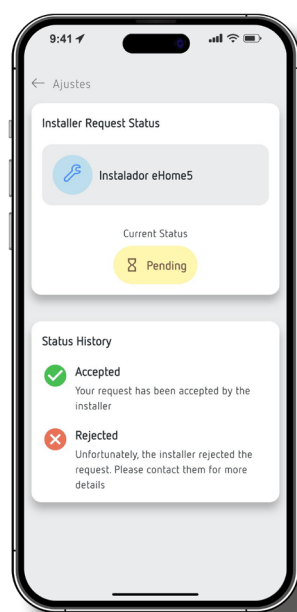

Figura 47: Pantallas Instalador.
- ① Abrir el menú **Ajustes** y seleccione la opción  **Instalador**.
- ② Introducir el código de instalador facilitado por la empresa.
- ③ Una vez enviado el código, el administrador de la empresa instaladora recibirá una notificación por correo electrónico solicitando su aprobación.
- ④ Durante este proceso, la aplicación **eHome5** muestra el estado de la solicitud, que podrá presentar uno de los siguientes valores, **Figura 47**: